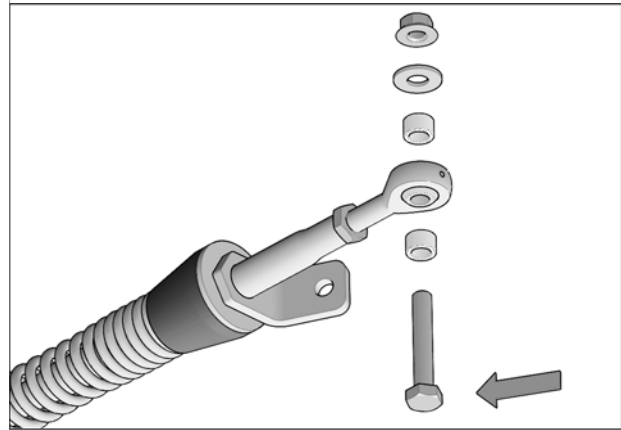

Fig. 11
4. Enlever les boulons, les rondelles et les espaces des rotules des bras stabilisateurs des systèmes avant. Insérer un boulon à l'extrémité de chacun des ancrages de suspension avant (A1-A2). Fig. 11